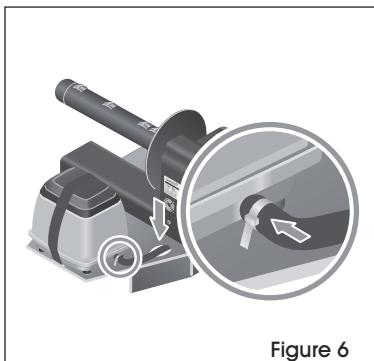

Figure 6
8. Joignez le tuyau d'air en caoutchouc à la soupape sur la pompe à air et à celle sous le tube de remplissage. Fixez le tuyau avec des attaches pour le maintenir en place. (Voir Figures 6 et 7)